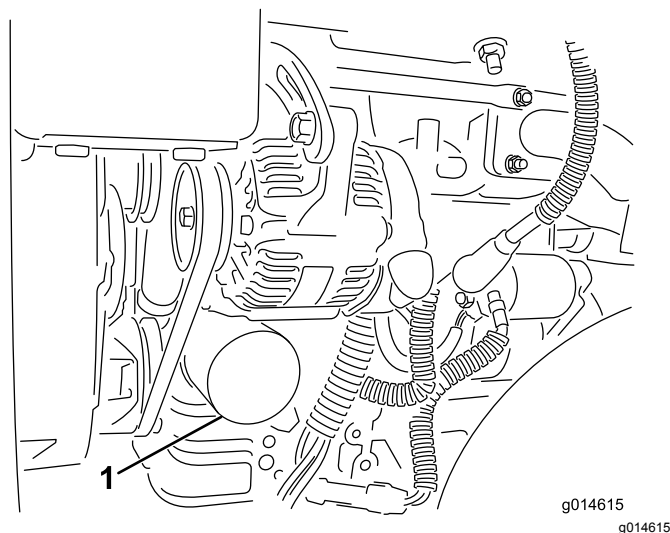

Figura 27
2. Retire el filtro de aceite (Figura 27). Aplique una capa ligera de aceite limpio a la junta del filtro nuevo.